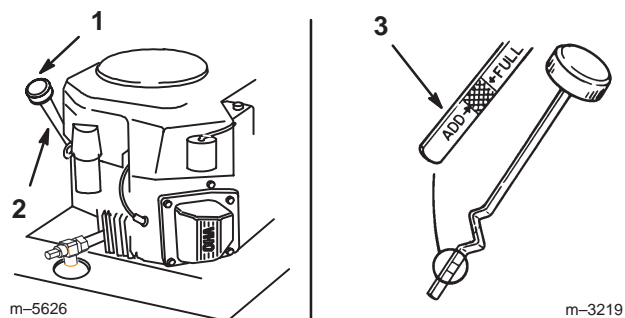

Figure 32
2. Nettoyez la surface autour de la jauge d'huile (Fig. 32) pour éviter que des impuretés ne s'introduisent dans le goulot de remplissage, ce qui risquerait d'endommager le moteur.
3. Dévissez la jauge d'huile et essuyez soigneusement l'extrémité métallique (Fig. 32).
4. Enfoncez la jauge complètement dans le goulot de remplissage sans la visser (Fig. 32). Sortez de nouveau la jauge et examinez l'extrémité métallique. Si le niveau est bas, versez lentement une quantité d'huile suffisante dans le goulot de remplissage pour amener le niveau au repère du plein (Full).
5. Versez lentement environ 80% de la quantité d'huile spécifiée dans le goulot de remplissage (Fig. 32) (voir Changement de l'huile moteur et du filtre, page 32).